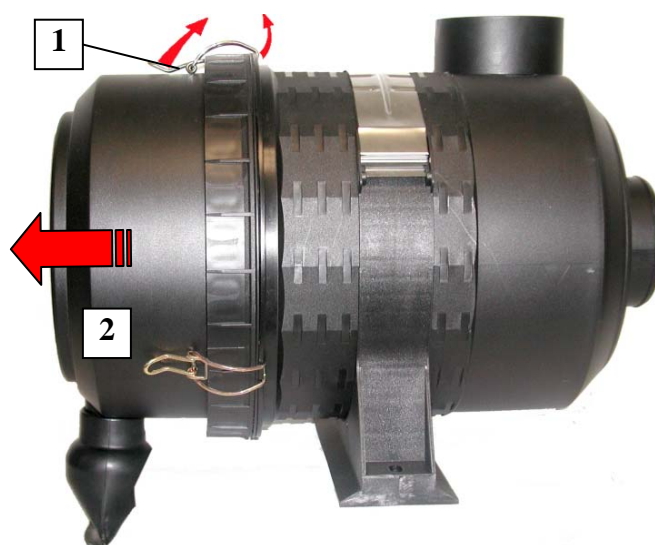

Рис. 4 Снятие нижней части корпуса
- Разблокируйте фиксаторы (1) и снимите нижнюю часть корпуса (2) (см. Рис. 4).